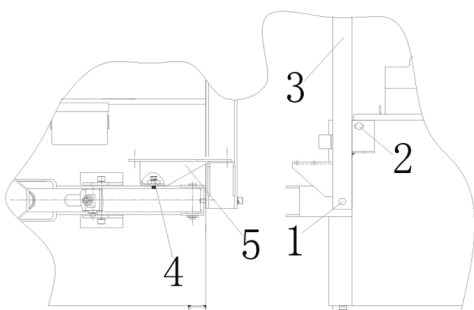

Fig. 10
- 2) Instale a coluna 3 com os parafusos 1 e 2; instale o suporte 5 do braço auxiliar com o parafuso 4; (Fig. 10)
- 3) Instale o braço auxiliar 6 com a porca 7 e o parafuso 9, depois aperte 4, 7, 8, 9 (Fig. 10, 11);